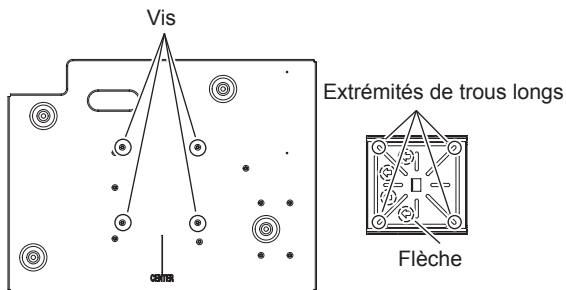

Fig.1
- 1) Retirez les couvercles de montage gauche et droit fixés au support de montage mural. (Fig.1)
- 3) Retirez le câble métallique anti-chute fixé au mur. (Fig.1)
- 4) Retirez les quatre vis à bride (M4 × 10) qui fixent le kit de support de montage projecteur au support de montage mural. (Fig.1)
- 5) Faites glisser le kit de support de montage projecteur avec le projecteur vers la droite pour les retirer du support de montage mural. (Fig.1)
- Assurez-vous que les flèches sur la plaque de connexion pointent vers la gauche et que la marque « CENTRE » sur le support de montage projecteur se trouve à l'avant. (Fig.1)